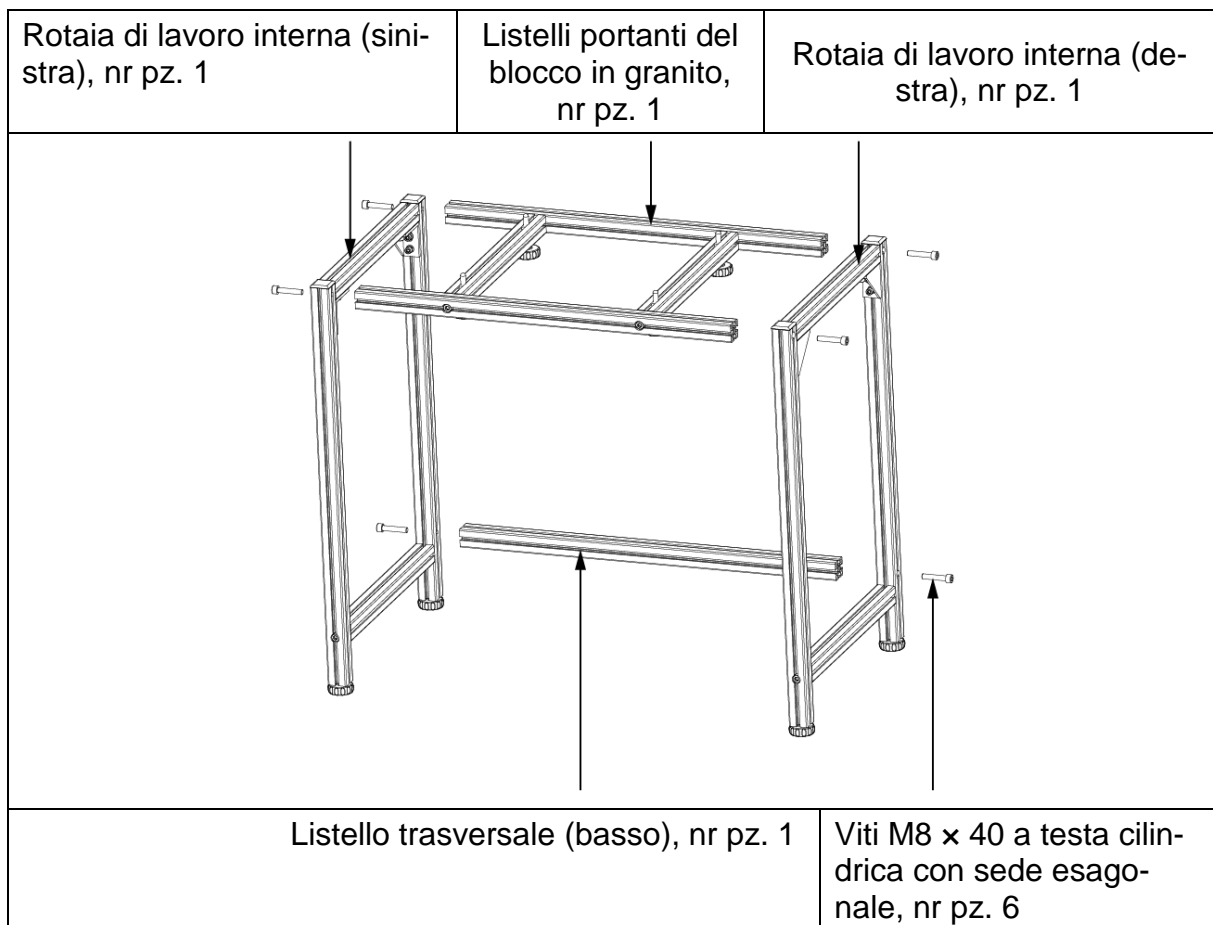

Fig. 3
4. Togliere la rotaia laterale interna (sinistra) dallo strato alto dell'imballaggio e la rotaia laterale interna (destra) dallo strato di mezzo dell'imballaggio e fissare usando la chiave esagonale e le viti M8 x40. (vedi la fig. 3)
5. Togliere la rotaia portante in granito (bassa) dallo strato alto dell'imballaggio e fissarla con le due viti M8 x 40. A tal fine scostare leggermente ambedue i telai laterali per inserire le rotaie fra i telai, quindi stringere le 6 viti in modo dimostrato in fig. 3.